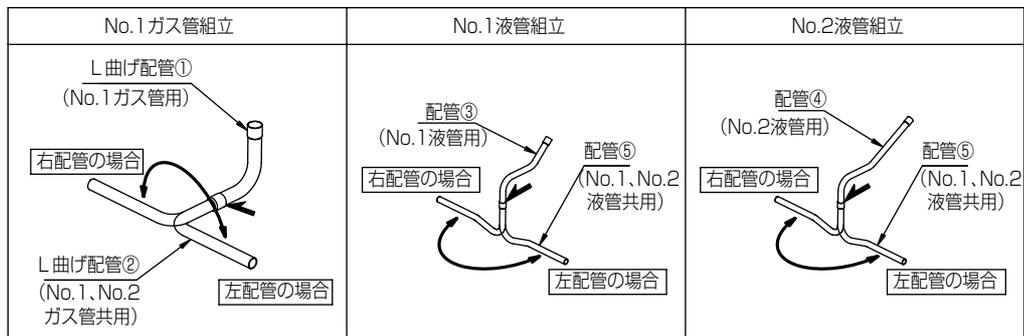

図4
(図4) ベルトの張力
(3) 図4に示すとおり付属配管をユニットに接続する前に配管取出し方向に合わせてろう付け接続し、組み立ててください。